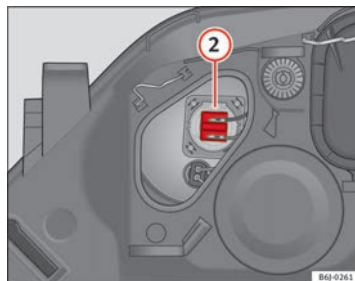

Fig. 155 Abbaglianti
- Estrarre il connettore ⇒ **fig. 155** ② tirando verso l'esterno.